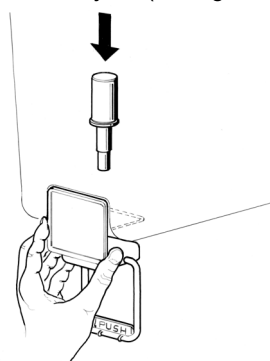

figure 5
- 3 **Robinet en inox à gravité:** monter le levier de débit robinet et enfiler le piston avec son joint (voir figure 5).